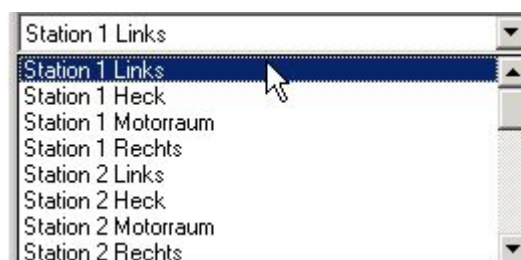

Abbildung 45: Auswahlliste Arbeitsplatz
- Über die Auswahlliste können Sie sich jeden Arbeitsplatz anzeigen lassen. Es stehen alle Arbeitsplätze und Stationen eines Bands zur Verfügung. Siehe auch: Abbildung 45.